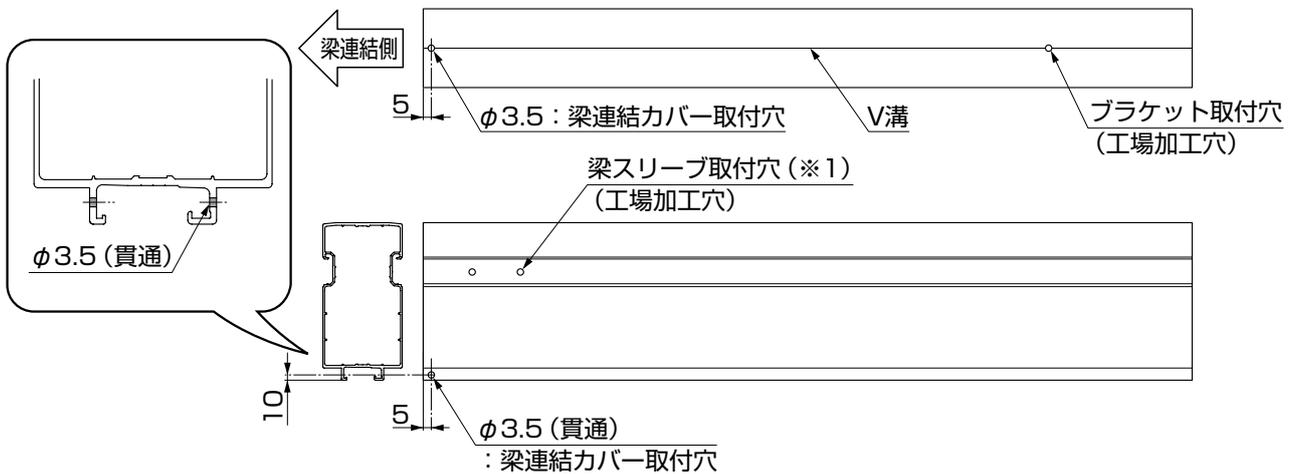

図4-3 梁端部 梁連結カバー取付用下穴加工
- 図4-3は端部・右用を示します。端部・左用の場合は左右対称の加工です。